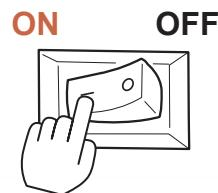

Рисунок 3
- Установите рычаг воздушной заслонки в положение OFF (Закрыто). Если двигатель прогрет, то воздушную заслонку можно не закрывать.(Рисунок 3)